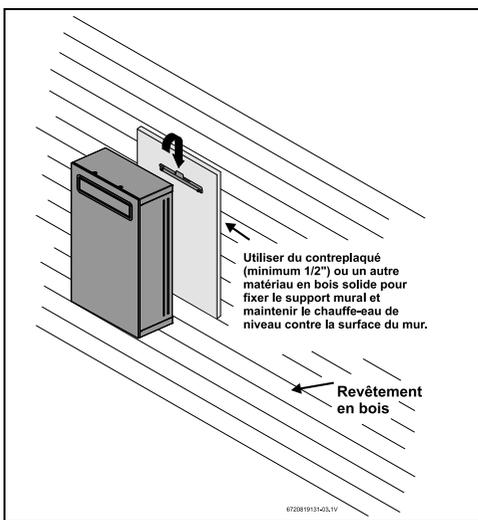
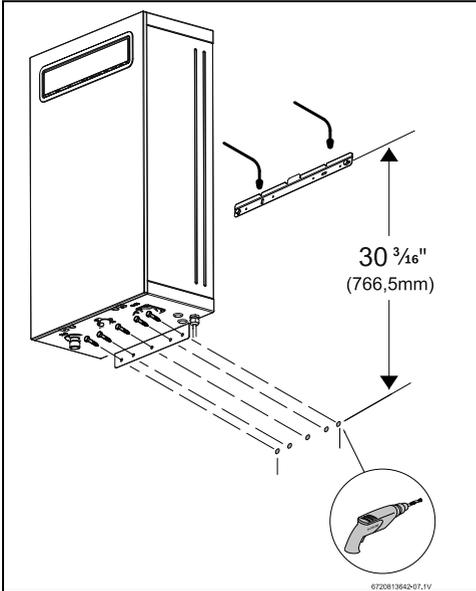

Fig. 6 Installation sur un revêtement en bois
Fig. 9 Montage du chauffe-eau sur les maisons préfabriquées (mobile homes)
- ▶ Le chauffe-eau est approuvé pour une installation directe sur un mur extérieur. Fixer le support de montage mural fourni avec le chauffe-eau à la surface murale Voir fig. 6.
Lorsque cet appareil est installé à l'extérieur d'une maison préfabriquée, l'unité doit être également fixée au bas du chauffe-eau, comme le montre la fig. 9. Utiliser les vis fournies pour fixer les supports au bas du chauffe-eau sur le mur. Si le mur est recouvert de plâtre ou de placoplâtre, il est recommandé de fixer d'abord une plaque de soutien à travers une paire de tiges, au bas de l'unité, voir fig. 6.